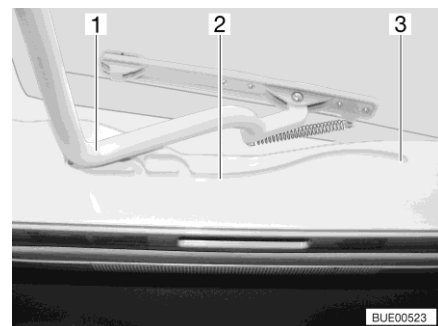

Fig. 22 Glissière (lanterneau Heki)
- Tirer l'étrier (Fig. 22,1) dans les glissières (Fig. 22,2) jusqu'à la position la plus reculée (Fig. 22,3).
- Pousser l'étrier (Fig. 22,1) légèrement vers le haut avec les deux mains.
- Tirer l'étrier dans les glissières (Fig. 22,2) jusqu'à la position souhaitée.